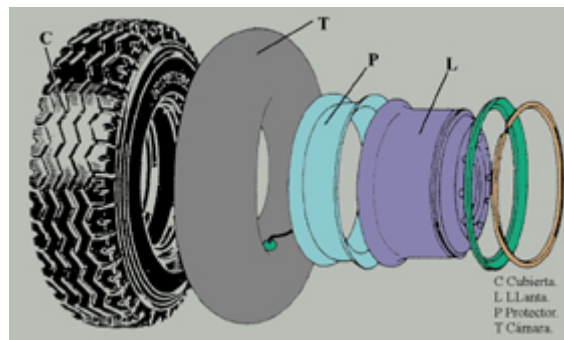

Fig. 9
- **Parte neumática (fig. 9)**
Neumáticos con cámara (fig. 9)